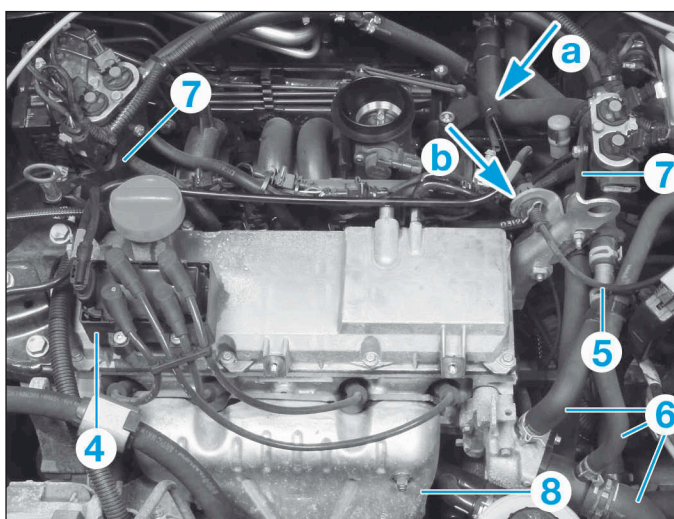
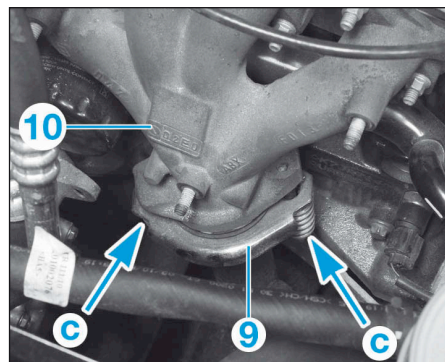

FIG.46
FIG.47
- Déposer la bobine d'allumage (4) (Fig.46).
- Mettre de côté le câble de commande du boîtier papillon (5) ; pour cela :
- Débrancher les durits de liquide de refroidissement (6).
- Déposer les supports de rampes d'injecteurs GPL (7).
- Déposer l'écran thermique (8).
- Déposer en (c) les fixations du catalyseur (9) sur le collecteur d'échappement (10) (Fig.47).